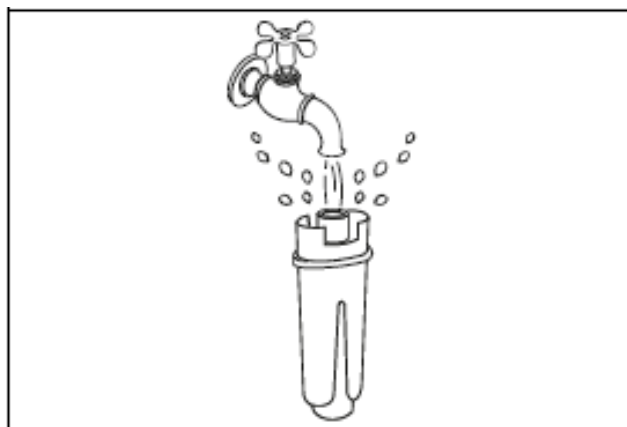

Рис. 61
- 1) «Наполните фильтр водой до полного заполнения» (рис. 61): чтобы активировать фильтр, пропустите водопроводную воду через отверстие в фильтре, как показано на рисунке, пока вода не начнет выходить из боковых отверстий более одной минуты. Нажмите > NEXT;